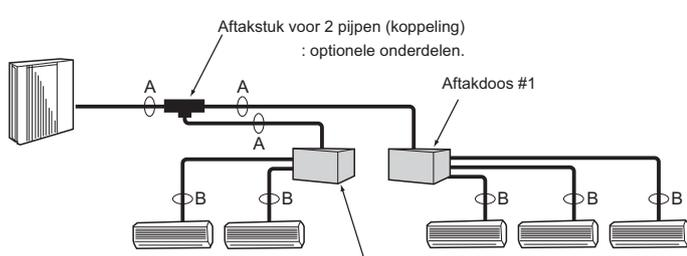

Fig. 5-3
5.4. Pijpdiameter selecteren (Fig. 5-3)